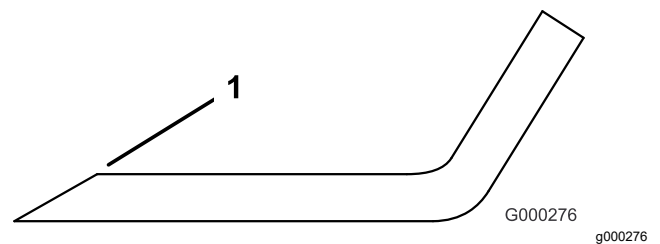

Bild 91
- Prüfen Sie die Schnittkanten aller Messer und schärfen die Kanten, wenn sie stumpf sind oder Kerben haben (Bild 91).
Hinweis: Schärfen Sie nur die Oberseite der Schnittkante und behalten Sie den ursprünglichen Schnittwinkel bei, um die Schärfe des Messers zu gewährleisten (Bild 91). Das Schnittmesser bleibt ausgewuchtet, wenn von beiden Schnittkanten die gleiche Materialmenge entfernt wird.